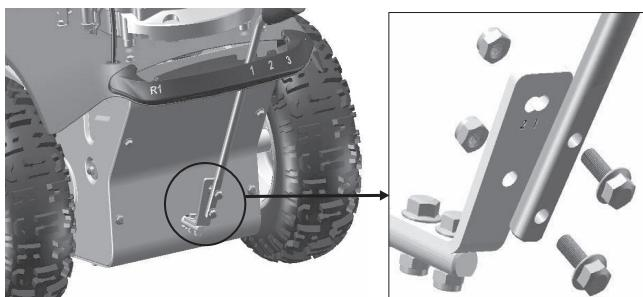

Рис. 6
- 3. Установка рычага переключения передач.** Проденьте верхнюю часть рычага через направляющую пластину. Соедините верхнюю и нижнюю части при помощи болтов и гаек (Рис.6).